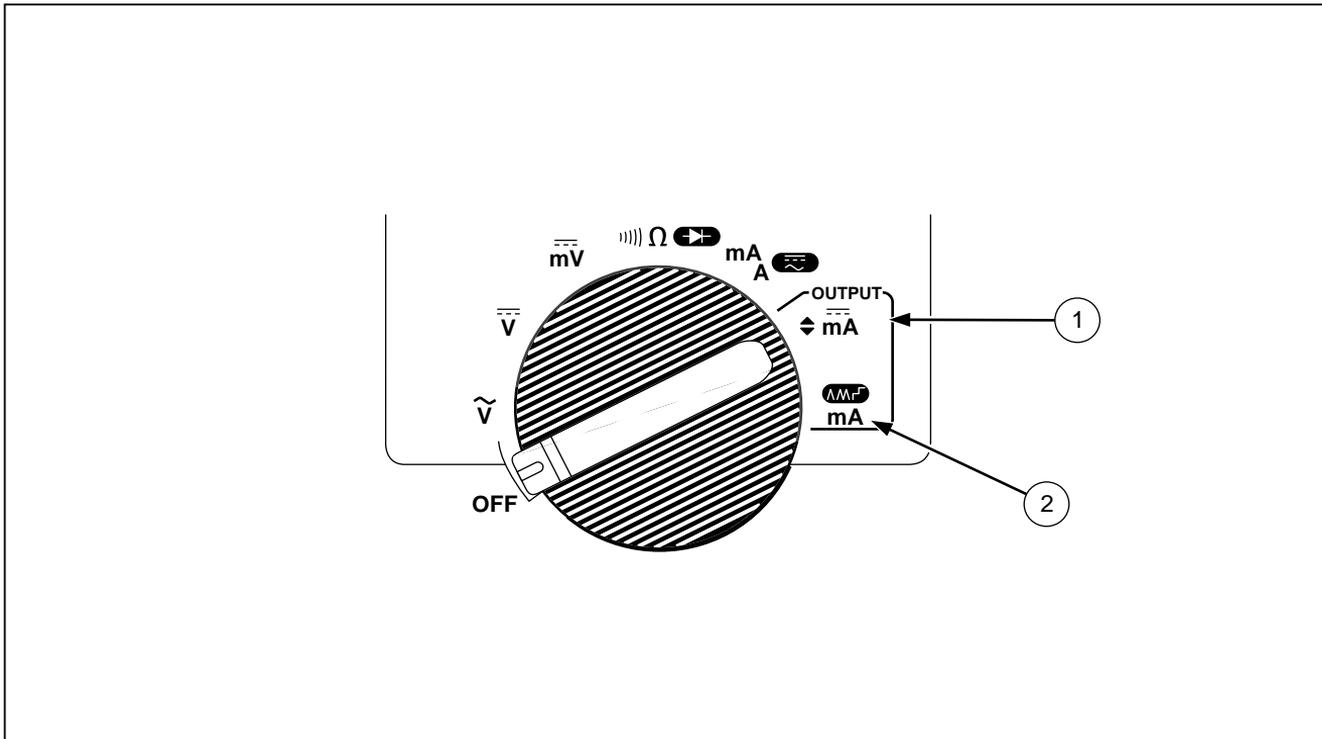

**Figure 2. Positions du commutateur rotatif en mode mesure**
- La figure 2 et le tableau 3 décrivent les fonctions d'entrée obtenues avec les cinq premières positions du commutateur.